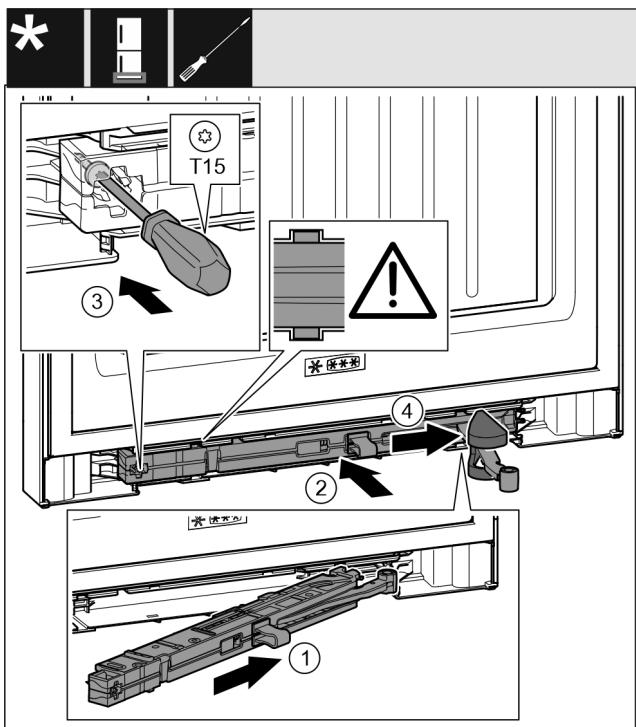

Fig. 46
- ▶ Pe partea suportului de lagăr împingeți înclinat unitatea amortizorului de închidere până la opritor în degajare. Fig. 46 (1)
- ▶ Împingeți unitatea amortizorului de închidere complet în degajare. Fig. 46 (2)
- ▶ Înșurubați ferm șurubul cu o șurubelnită T15. Fig. 46 (3)
- ▶ Împingeți capacul peste articulație. Fig. 46 (4)